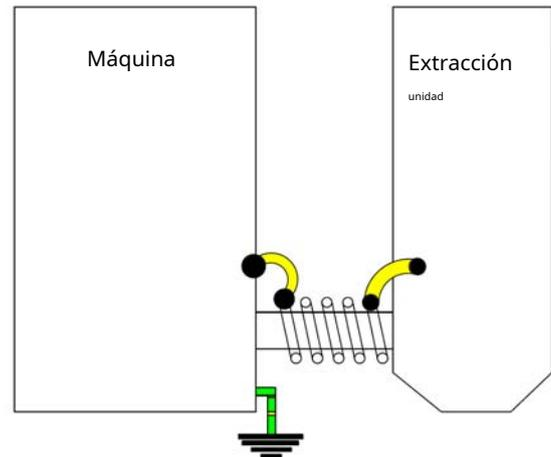

Fig. 12: Conexión máquina y sistema de escape
El sistema de extracción tiene un chasis estándar. Para transportar el sistema de extracción, levante ligeramente el asa de transporte (4) (Fig. 12) y muévala hasta el lugar deseado.